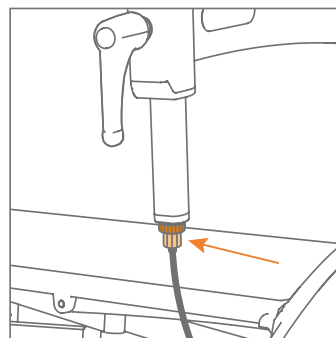

Figure 77: Réglage des freins via la vis de réglage, juste en dessous de l'anneau de verrouillage.
- Desserrez d'abord l'anneau de verrouillage (poussez le câble vers le bas pour faciliter l'accès). Cela vous permettra de régler la vis située en dessous (**Figure 77**).